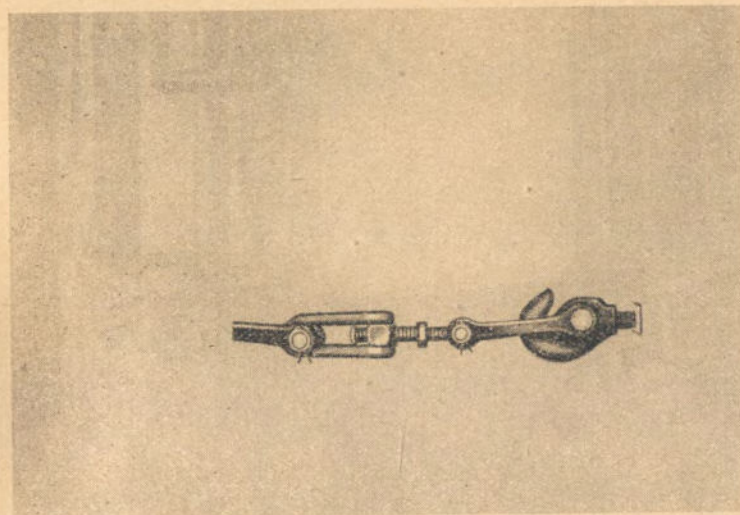

Bild 5a
d) Bei länglicher Form der Zughakenführung  die Kupplung von der gerissenen Zugstange lösen und die Laschen von der Kupplungsmutter der gelösten Kupplung absplinten. Beide Laschen flach durch das Kopfstück führen, drehen und mittels Kupplungsbolzens mit dem Kupplungsbügel des gegenüberstehenden Wagens verbinden — siehe Bild 5a und 5b.